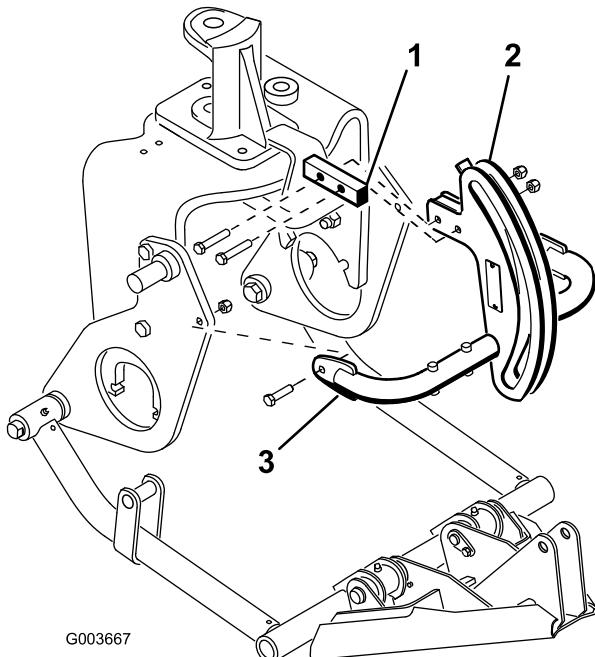

図 9
- ボルト2本 ((3/8 x 2 インチ)) とナットを使って、ヒッチ・フレーム・ブラケットにヒッチ・フレームを取り付ける (図 9)。
7. ボルト ((3/8 x 1-1/2 インチ)) とナットを使って、プラウ・プレートにヒッチ・フレーム・チューブを取り付ける (図 9)。ナットを締めつけて調整を固定する。